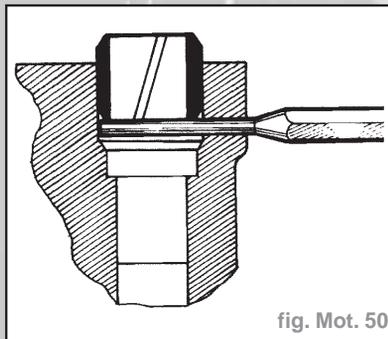

fig. Mot. 50
- Mettre les douilles à hauteur correcte en utilisant un chasse-goupilles $\varnothing 3 \text{ mm}$ (fig. Mot. 50).
- Introduire une tige de Ø 3 mm (chasse-goupille) dans chaque logement de douilles de centrage et placer celle-ci en butée sur les tiges pour empêcher leur enfoncement lors de la repose de la culasse (fig. Mot. 50).